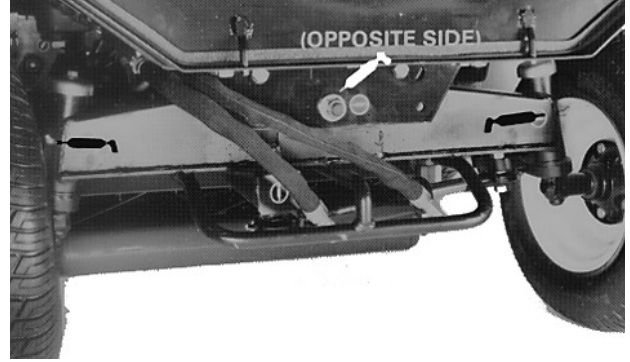

Figure 25
Machines à deux roues motrices—extrémité cylindre (2), ensembles barre d'accouplement (2) (Fig. 24); pivot central (1), axes (2) (Fig. 25).